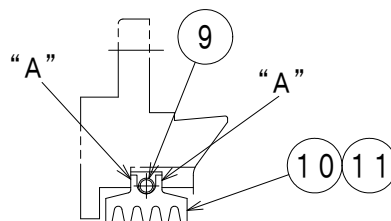

図13-5
(5) フローティングシールの分解(図13-5参照)
- (a) ⑨固定用バネのロックを外し、⑩フローティングシール上半部を取り出す。
- (b) ⑪フローティングシール下半部を上部へ回転、移動させ、取り出す。フローティングシール取り外しに際しては、欠損等のないようにしてください。
(4) 軸受上半部の組立
(5) フローティングシールの組立
- (a) フローティングシールの外周側面部(図13-5の“A”部)にオイルシール(スリーボンド1121または同等品)を薄く塗っておく。また、フローティングシールの内径部には、潤滑油を薄く塗っておく。
- (6) 上部軸受ハウジングの組立